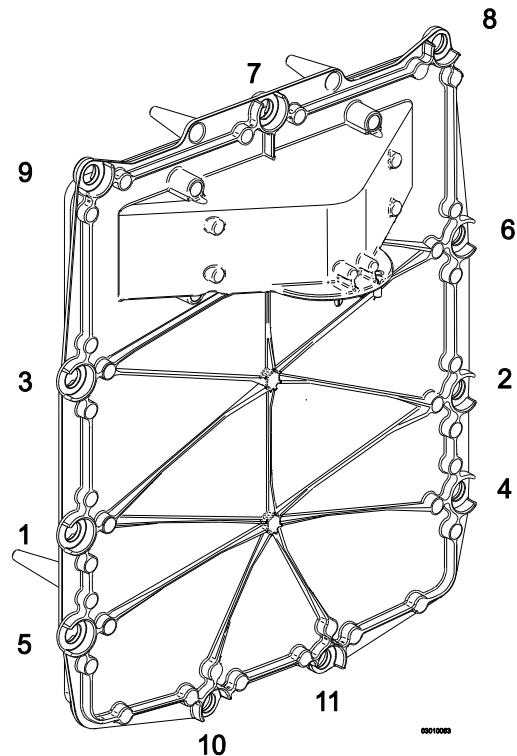

Abb. 90: Reihenfolge für das Anziehen der Pass-Schrauben
- ➔ Ziehen Sie die Pass-Schrauben gem. der in Abb. 90 angegebenen Reihenfolge gleichmäßig kreuzweise von Hand an (10-12 Nm).